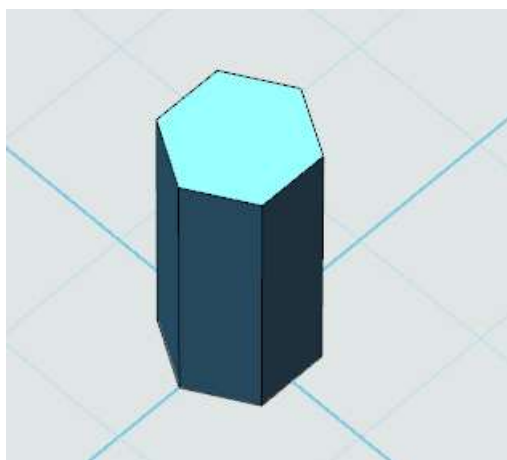

图 3-3
2. 点击草图，选择拉伸，高度为 11。完成后如图 3-3 所示。